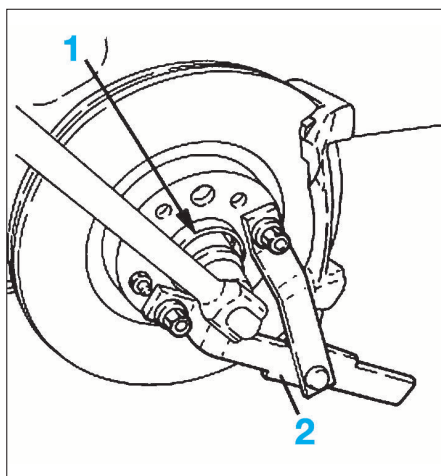

FIG. 1
- Bloquer le moyeu de roue (1) avec un outil adapté (2) ou l'outil Alfa (réf : 1870815000) (Fig.1).